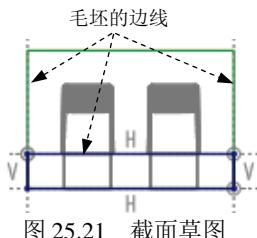

图 25.21 截面草图
(2) 绘制截面草图。进入草绘环境后，选取图 25.21 所示的毛坯边线和 MAIN_PARTING_PLN 基准平面为参考；绘制图 25.21 所示的截面草图（为一矩形）。完成截面的绘制后，单击“草绘”操控板中的“确定”按钮 \checkmark 。